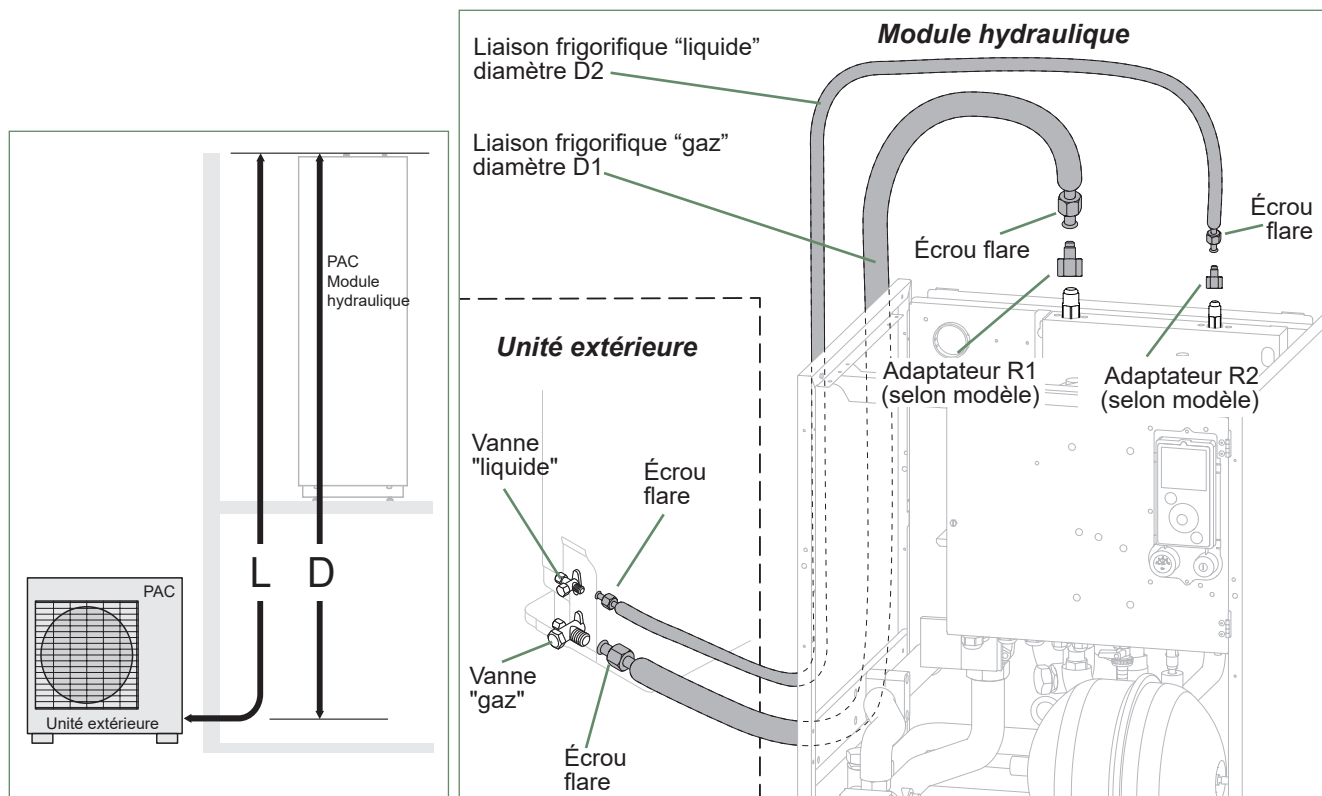

fig. 20 - Raccordement des liaisons frigorifiques (diamètres et longueurs permises)
③ Raccorder la liaison liquide sur le module hydraulique. Souffler à l'azote l'ensemble **liaison gaz-condenseur-liaison liquide** et observer son extrémité (côté unité extérieure).
- Suivant le cas, raccorder un adaptateur (réduction) 1/4"- 3/8" ou 1/2"- 5/8" (voir fig. 20).